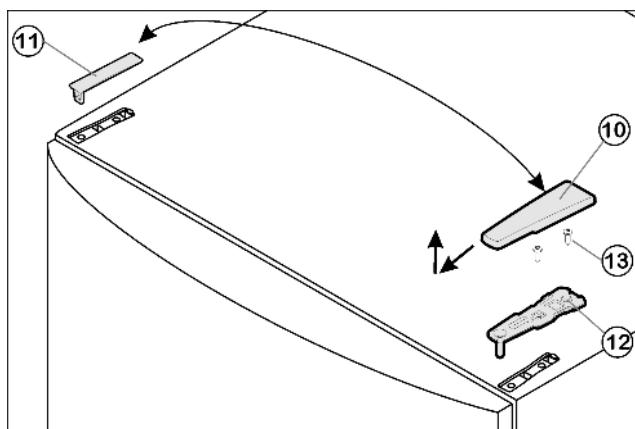

Fig. 4
- Потяните крышку Fig. 4 (10) вперед и вверх.
- Снимите крышку Fig. 4 (11).
- Открутите верхний опорный кронштейн Fig. 4 (12)(2 шт. Торкс® 25) Fig. 4 (13) и вытяните вверх.
- ▶ Установите верхний опорный кронштейн Fig. 4 (12) на новой стороне шарнира и защелкните в дверце.
- ▶ Прикрутите верхний опорный кронштейн Fig. 4 (12) (**с моментом 4 Нм**) (2 шт. Torx® 25) Fig. 4 (13). При необходимости проделайте отверстия или используйте аккумуляторную отвертку.
- ▶ Защелкните крышку Fig. 4 (10) и крышку Fig. 4 (11) на противоположной стороне.